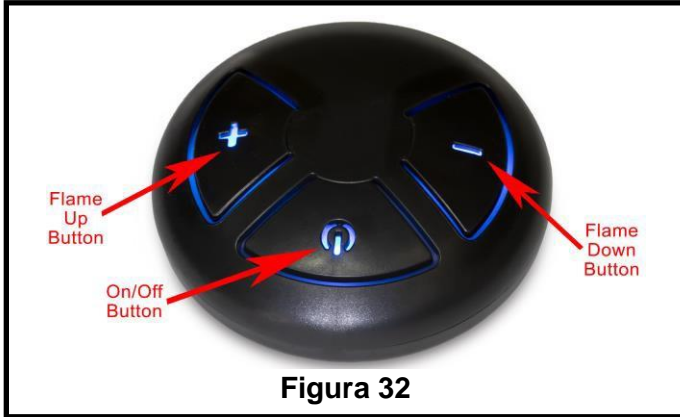

Figura 32
- Entro i successivi 20 secondi, premere il pulsante di abbassamento della fiamma del trasmettitore (Figura 32) finché non si sente il ricevitore emettere due brevi segnali acustici che confermano che il codice è stato impostato.